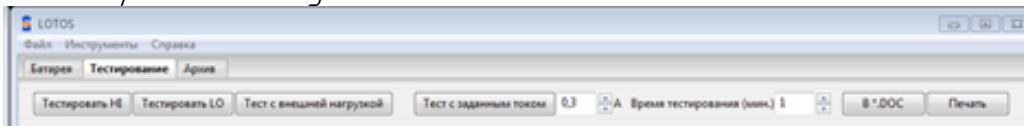

Рисунок 3
3. Перейти на вкладку «Тестирование» (рис.3). Задать время в поле «Время тестирования» равным 3 минутам.